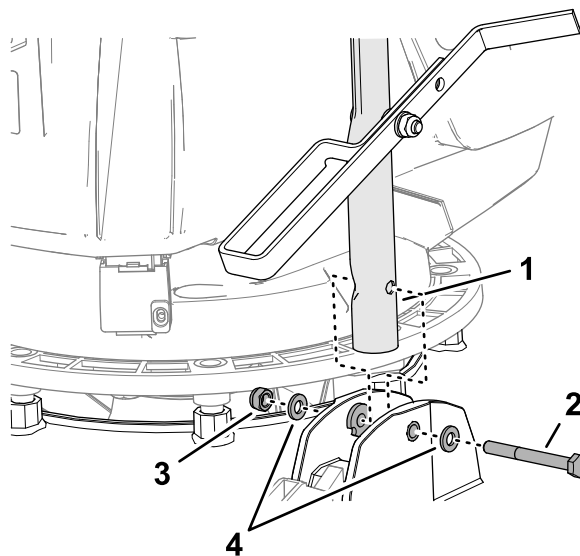

Figur 6
2. Ret styrebøjleens fodstopper ind efter stopklodsbeslaget på skjoldet (Figur 6).